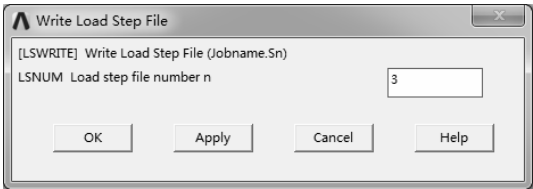

图 7-203 “Write Load Step File” 对话框
3) 载荷步输出。选择“Main Menu>Solution>Load Step Opts>Write LS File”命令, 弹出“Write Load Step File”对话框, 在“Load step file number n”文本框中输入 3, 单击“OK”按钮完成, 如图 7-203 所示。